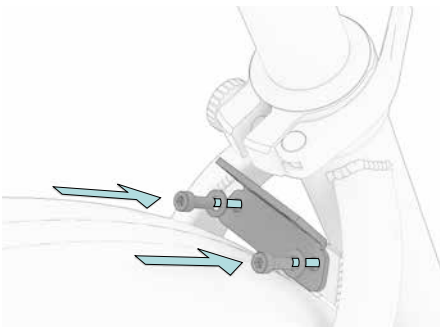

Abb. 8
Zur Montage des Gepäckträgers wird zuerst das vordere Anbindungsblech am Rahmen mittels zweier Zylinderschrauben M6 (7), selbstsichernden Muttern M6 (8) und vier Unterlegscheiben M6 (9) befestigt. Zunächst werden die Schrauben nur locker angezogen (Abb. 8), um später den Toleranzausgleich der Langlöcher nutzen zu können.